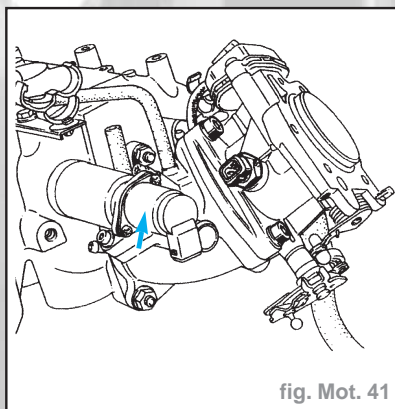

fig. Mot. 41
- La vanne de régulation de ralenti est fixée sur le collecteur intermédiaire (fig. Mot. 41).